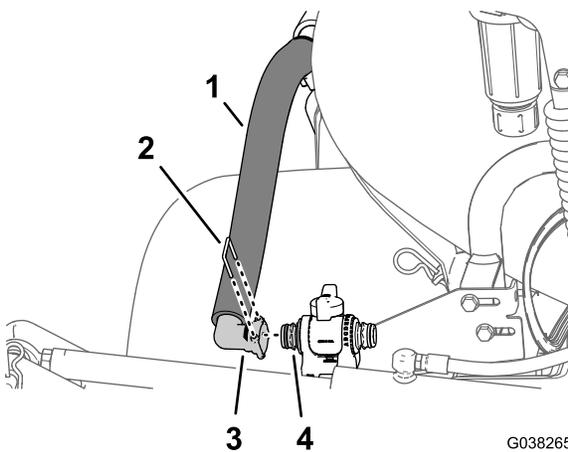

Bild 63
- Befestigen Sie das 90°-Schnellkupplungsanschlussstück der Rührwerkdüsen mit dem Halter, der dem Rührwerkschlauch beiliegt, an der Schnellkupplung des Rührwerk-Drosselventils (Bild 63).